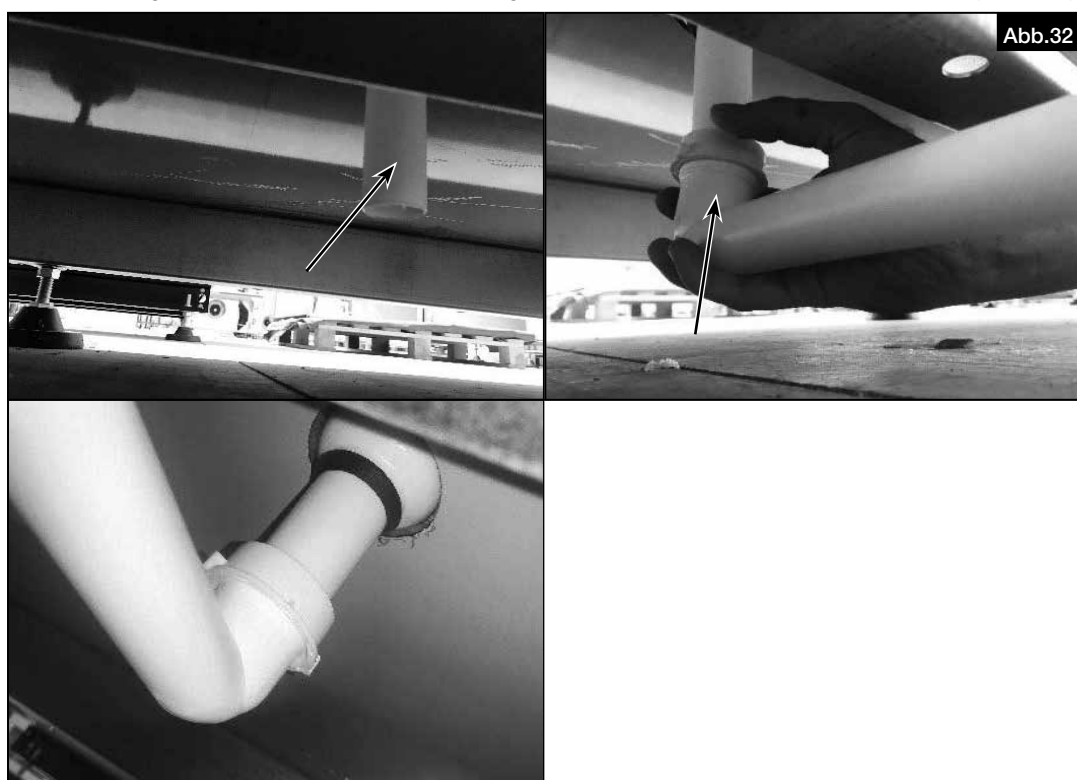

Abb.32
8. Den Rohrbogen unter der Kondensatwanne befestigen. Sicher stellen, dass das Rohr wasserdicht ist (s. Abb.32).